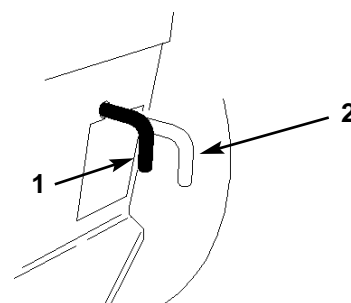

Bild 14
1. Die Bremse aktivieren, wodurch der Antriebshebel auf "OPERATE" geht und den Antrieb zuschaltet, andernfalls den Antriebshebel auf "OPERATE" stellen (Bild 14).